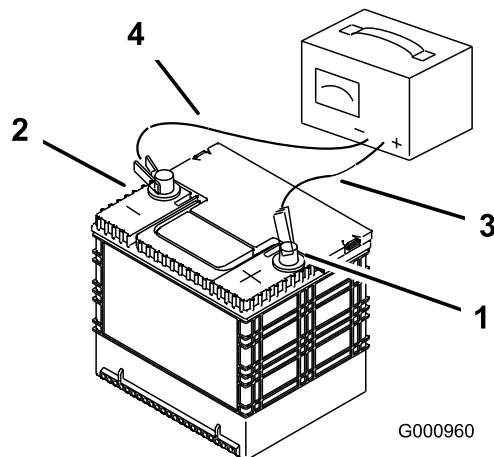

Figura 71
3. Cuando la batería esté completamente cargada, desconecte el cargador de la toma de electricidad, luego desconecte los cables del cargador de los bornes de la batería (Figura 71).